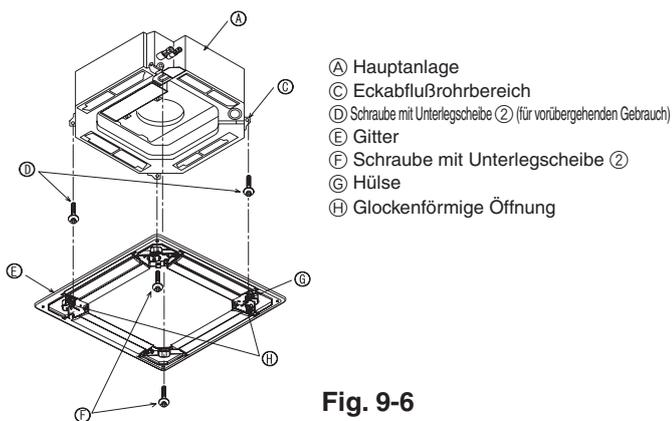
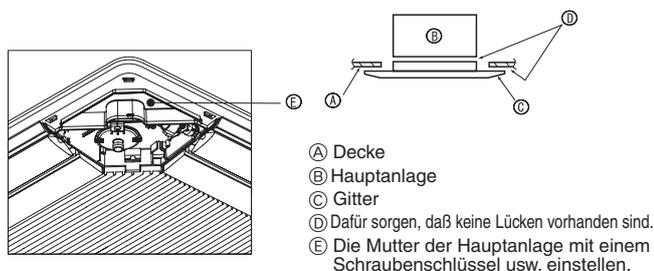

Fig. 9-6
Fig. 9-7
9.4.2. Voriüfige Installation des Gitters (Fig. 9-6)
- Das Gitter provisorisch mit den glockenförmigen Öffnungen sichern, indem die Hülse des Gitters mit der Kennzeichnung ③ auf den Ablaufrohrbereich in der Ecke der Hauptanlage gesteckt wird.
9.4.3. Das Gitter sichern (Fig. 9-7)